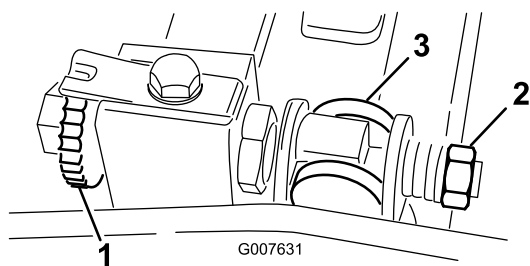

Figure 56
1. Tournez la vis de réglage de la barre d'appui dans le sens antihoraire pour éloigner la contre-lame du cylindre (Figure 56).
2. Faites sortir l'écrou de tension du ressort jusqu'à ce que la rondelle ne soit plus tendue contre la barre d'appui (Figure 56).